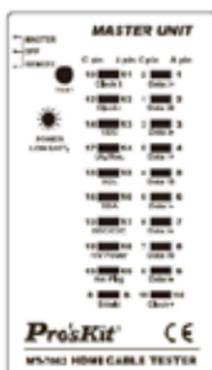
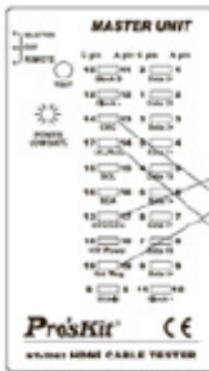

Fig. 6. Recto
Fig. 9. Cruzado
- **Recto:** los LED de las clavijas 1 a 19 y “Tierra” tanto de la unidad principal como de la unidad a distancia están todos encendidos. (Fig. 6)
- **Recto:** los LED de las clavijas 1 a 19 y “Tierra” tanto de la unidad principal como de la unidad a distancia se encienden en secuencia. (Fig. 6)
HDMI (tipo C) en el que la clavija 13 está cruzada con la clavija 17 y la clavija 14 está cruzada con la clavija 19, o comprobación de un cable Mini HDMI (tipo c) a un cable (Mini HDMI (tipo C) en el que la clavija 14 está cruzada con la clavija 14 está cruzada con la clavija 13 y la clavija 17 está cruzada con la clavija 19. (Fig. 9).
2. Para comprobar el resultado del escaneo, consulte la función de comprobación de escaneo de continuidad lento. (Fig. 6-Fig. 9)